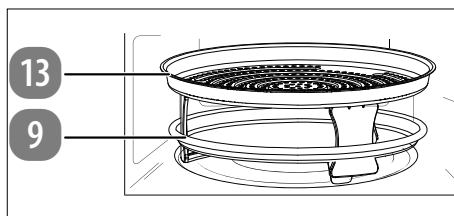

Abb. 7 – Backteller/Heißluft-Pfanne einsetzen
- ▶ Setzen Sie den Backteller (9) in die Mulde im Garraumboden.
- ▶ Bei der Verwendung des Heißluftbetriebs stellen Sie zusätzlich die Heißluft-Pfanne (13) auf den Backteller (9) (**siehe Abb. 7**).